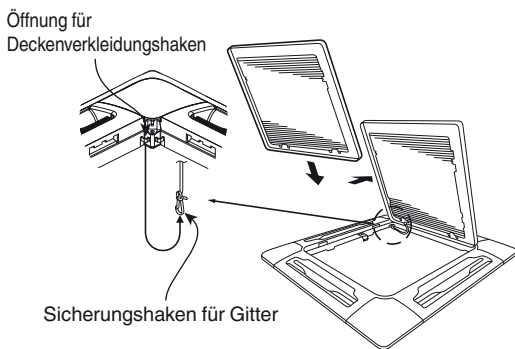

Abb. 7-13
- (2) Die mitgelieferten Schrauben verwenden, um die Eckenabdeckung an der Deckenverkleidung zu befestigen.
- **Unbedingt darauf achten, dass die Sicherheitsleine an der Deckenverkleidung angebracht wurde. Dies verhindert, dass das Lufteinlassgitter plötzlich herunterfällt. (Abb. 7-13)**